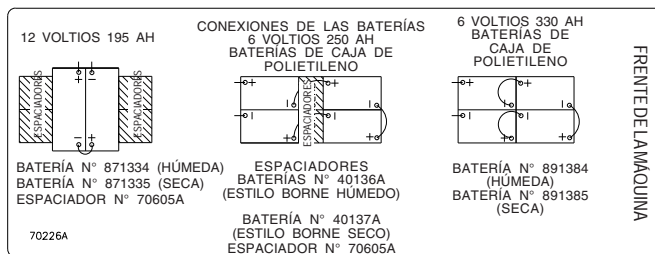

Figura 8C
4. Coloque las baterías en la cubeta como se indica en la figura 8C.